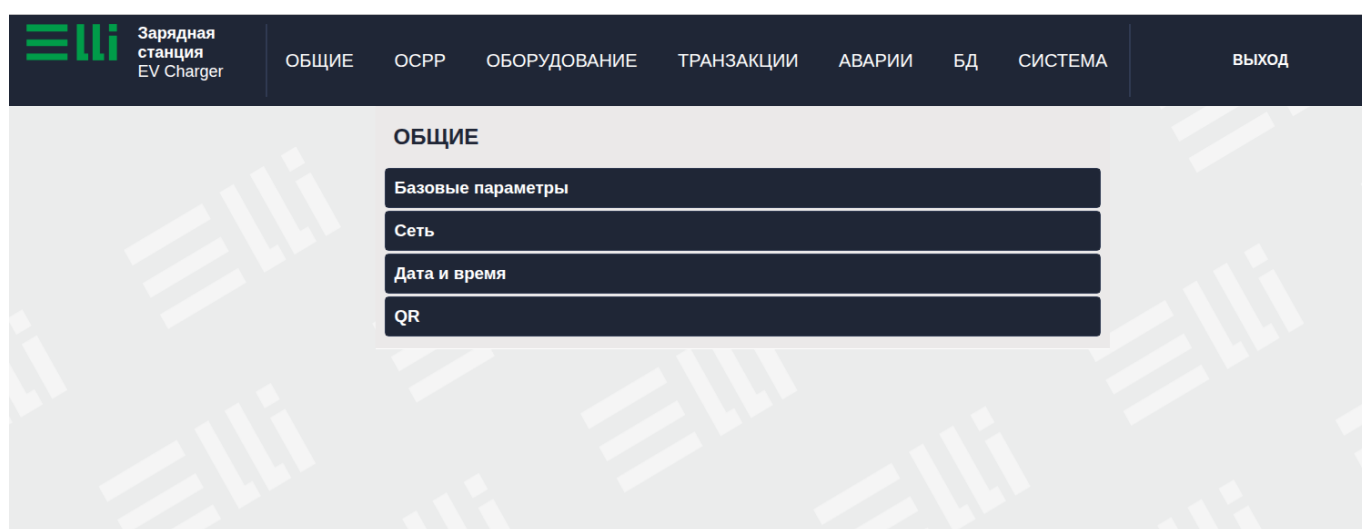

Рисунок 8. Вид страницы настроек панели оператора
2.3 На ПК должна отобразиться страница для настроек панели оператора (рисунок 8).